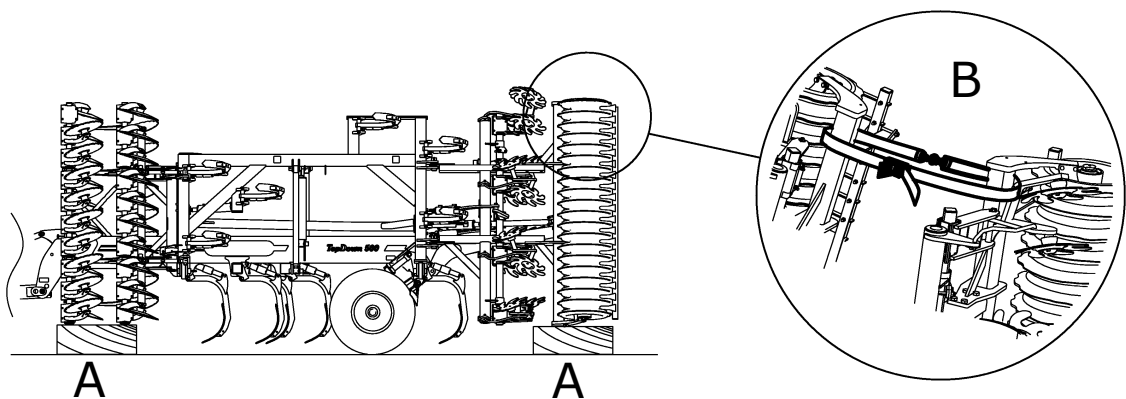

Figure 1.9
- 3 Colocar bloques (A) de material adecuado debajo de los extremos de rodillos y discos, en ambos lados de la máquina. Quitar los separadores de aluminio o, alternativamente, los fiadores amarillos de los cilindros de elevación y bajar la máquina para que los rodillos y discos reposen sobre los bloques sin elevar las ruedas de transporte de la base. Hay que bajar la máquina para que los dientes de cultivador queden justo sobre la base; ver “Figure 1.9”.
- 5 Sujetar las secciones de ala para el transporte, con estrobo (B) o similares; ver “Figure 1.9”.